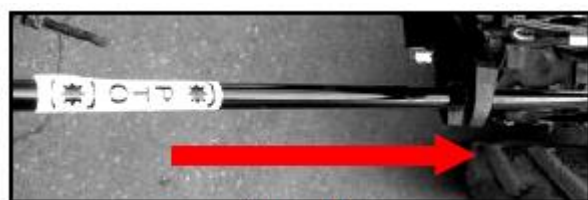

FIGURA 10
- ③ Solte a alça da embreagem para que fique livre
- ④ Ligue o motor
- ⑤ Empurre a haste de controle de saída do motor da TDF (veja a figura 10)